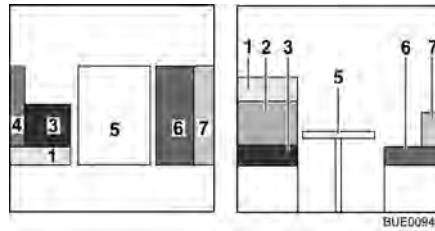

Bild 108 Före ombyggnaden
- Bygg om bordet (Bild 108,5) till sängbotten (se avsnitt 6.10).
- Lägg de båda ryggdynorna (Bild 108,1 och 2) åt sidan.
- Lägg sidodynan (Bild 108,4) åt sidan.